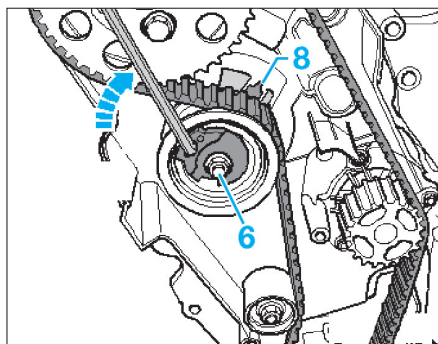

Fig. 17
- Desserrer l'écrou (6) du galet tendeur puis à l'aide de la clé 6 pans, tourner le galet tendeur dans le sens horaire jusqu'à ce que l'index (8) du galet tendeur soit aligné avec la rainure de sa patte fixe (Fig.17).